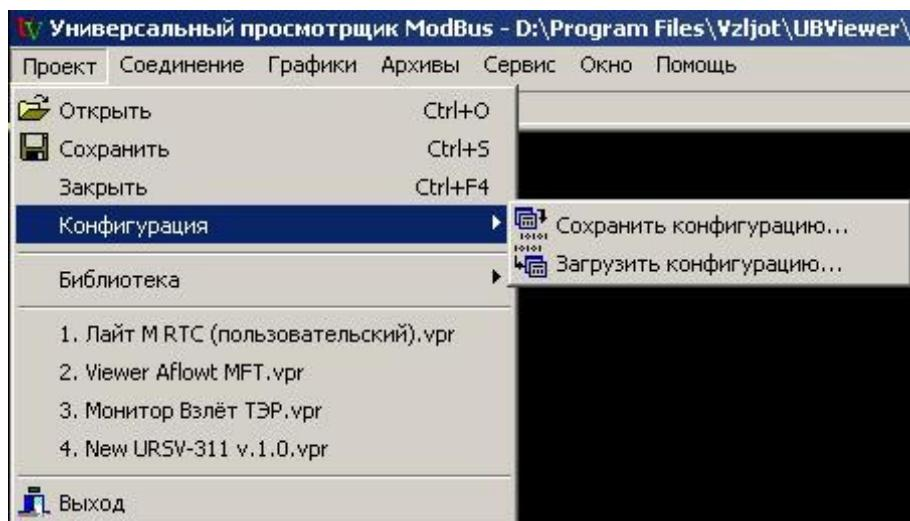

Рис.26. Окно «Универсальный просмотрщик».
- в программе «Универсальный просмотрщик» выбрать пункт **«Проект» / «Конфигурация» / «Сохранить конфигурацию»** (рис.26).